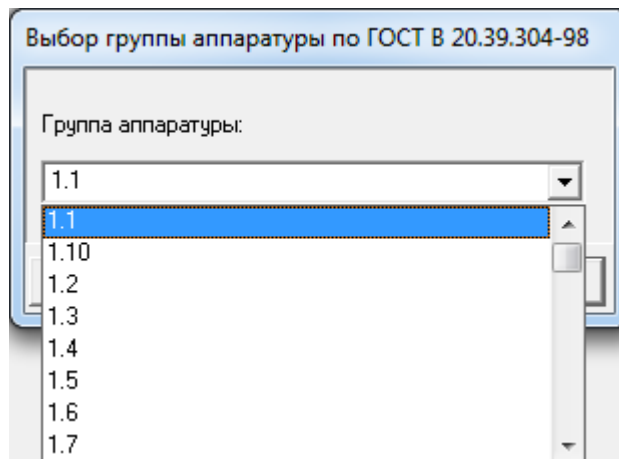

Рис. 3.13. Окно выбора группы аппаратуры по ГОСТ В 20.39.304-98
- В появившемся окне «Группа аппаратуры по ГОСТ РВ 20.39.304-98» (см. рис. 3.13) выберите номер группы.